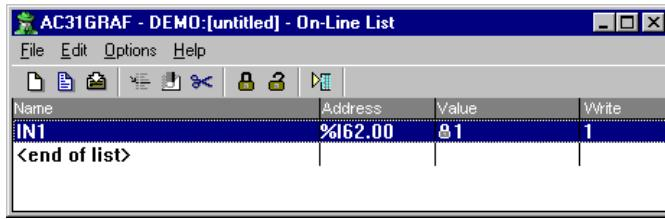

Figura 2-21: "On-line List"
- ⇒ Haga doble clic en la línea de variable "IN1 - I62.00" de la ventana "On-line list" (Figura 2-21).